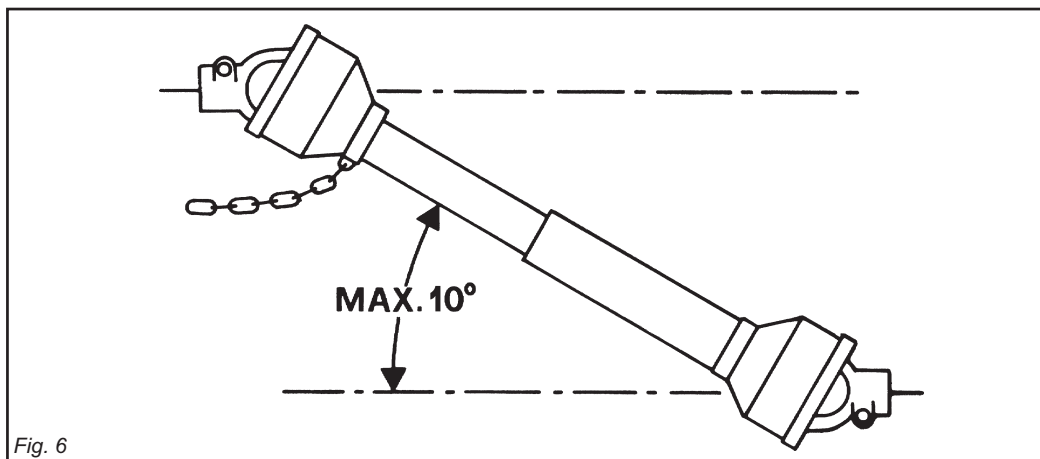

Fig. 6
- 40) Disinserire, sempre, la presa di forza quando l'albero cardanico fa un angolo troppo aperto (mai oltre i 10 gradi - Fig. 6) e quando non viene usata.
- 40) Always disengage the pto when the cardan shaft is set at an excessively open angle (never beyond 10 degrees - Fig. 6) and when it is not in use.
- 40) Débrayez toujours la prise de force quand l'angle de l'arbre à cardans est trop ouvert (jamais plus de 10 degrés Fig. 6) et lorsque vous ne devez pas l'utiliser.
- 40) Die Zapfwelle immer ausschalten, wenn die Gelenkwelle einen zu großen Winkel einnimmt (nie über 10 Grad - Abb. 6) und wenn sie nicht gebraucht wird.
- 40) Desactivar, siempre, la toma de fuerza cuando el árbol cardánico hace un ángulo demasiado abierto (nunca superar los 10 grados - Fig. 6) y cuando no la usamos.